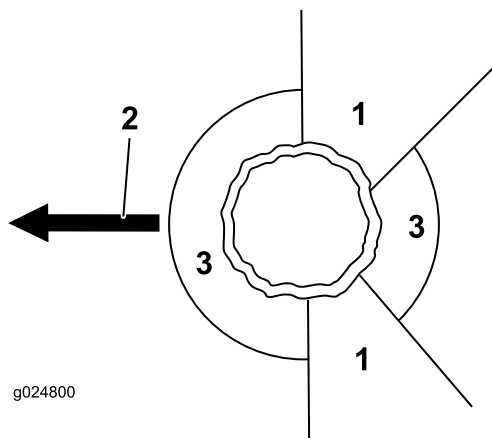

Figura 15
2. Determine um percurso de retirada aberto, seguro, afastado da área de perigo; consulte a Figura 15.